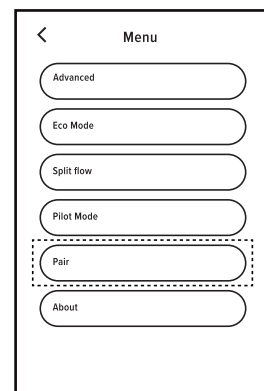

Fig. 2
2. Appuyez sur le bouton de jumelage (Fig. 2).